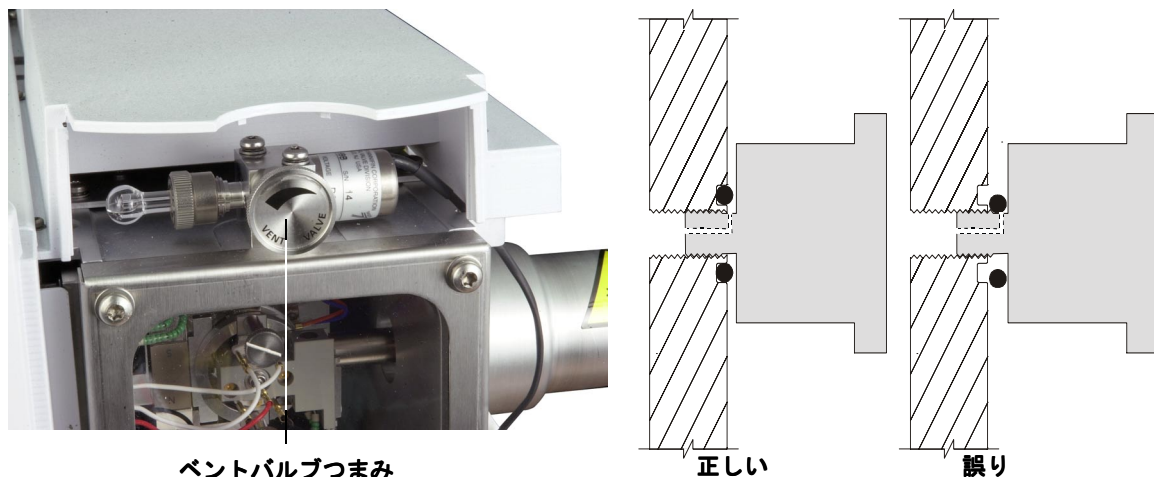

図 20 MSD を大気開放する
- 6 ベントバルブつまみ (図 20) を 3/4 回転だけ、あるいは空気がアナライザ内に流入するシューという音が聞こえるまで、反時計回りに回してください。つまみを必要以上に回さないでください。O-リングが溝からずれる可能性があります。ポンプダウンの前に、必ずつまみを締め直してください。